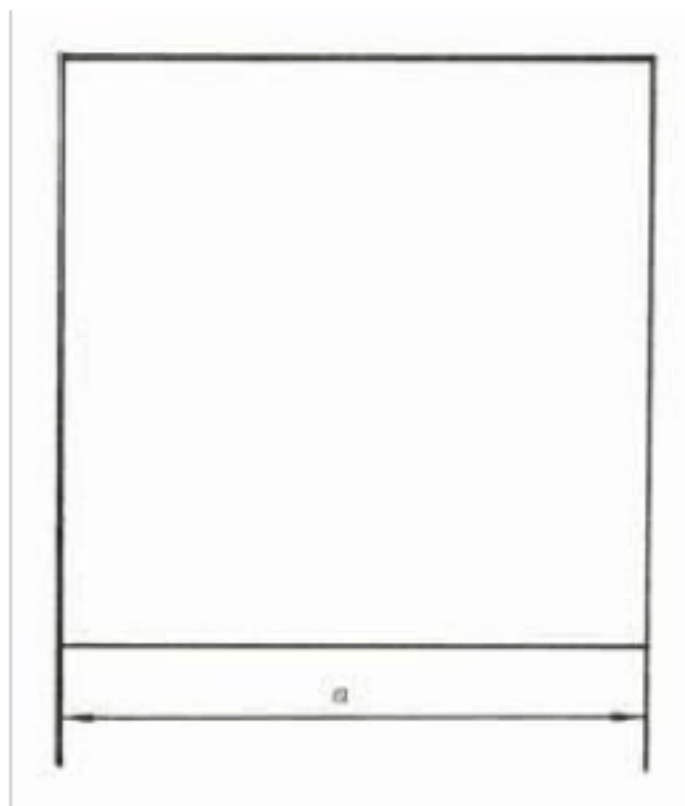

图 4 提示标志的基本型式
4.4.1 提示标志的基本型式是正方形边框，如图 4 所示。